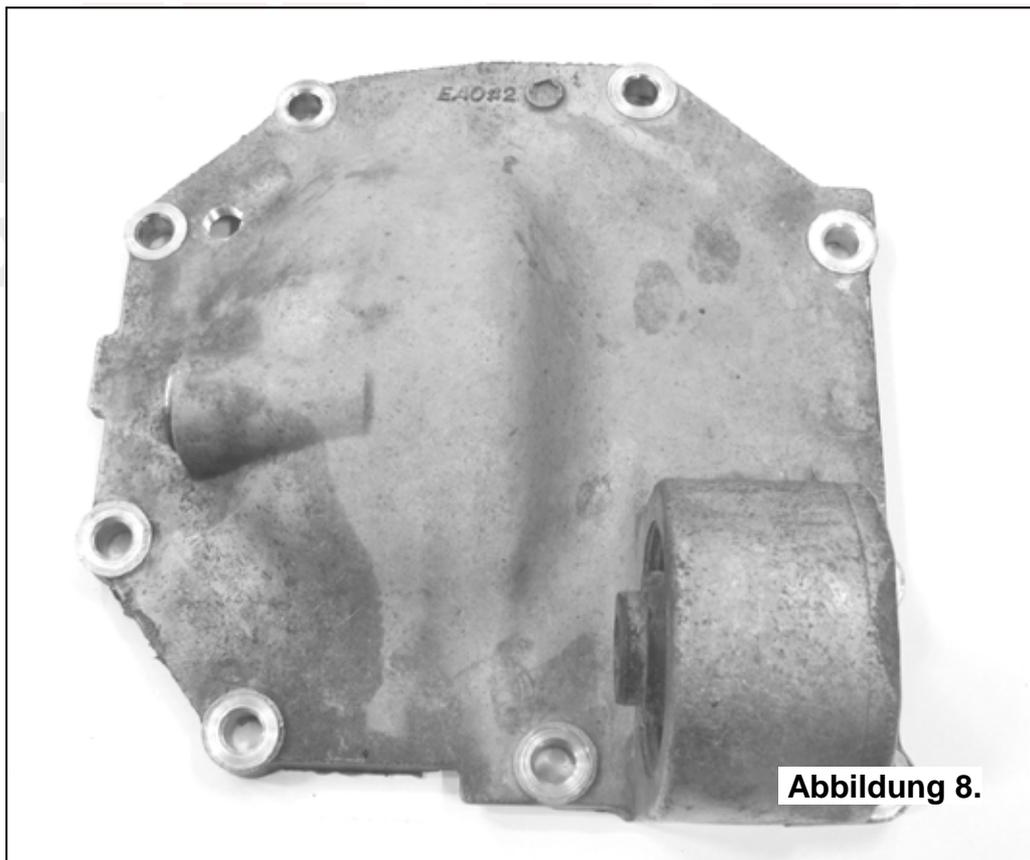

Abbildung 8.
- c Markieren Sie an der Außenseite der Differentialgehäuse-Abdeckplatte einen Punkt (s. Abb. 8., auf der flachen Fläche, die von außen zugänglich ist und frei von den beweglichen Teilen in der Innenseite des Differentials).